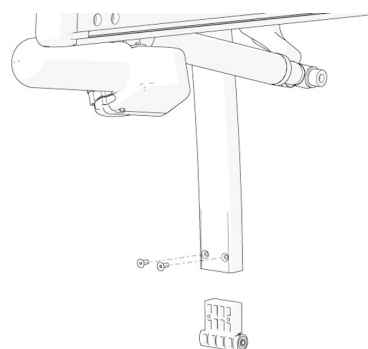

Bild 122. Glidbussningen i benstödet övre del sitter monterad med två skruvar.
4. Demontera glidbussningen i benstödet övre del, den sitter monterad med två skruvar. Se bild. 122.
2. Montera glidbussningen i benstödet övre del med hjälp av de två skruvarna. Se bild. 122.